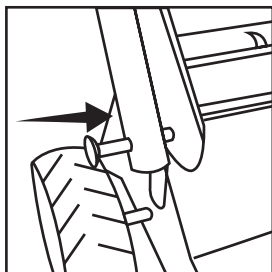

Рис. 1
1. Закрепите нижнюю рукоятку в корпусе с помощью болта, шайбы и барашковой гайки (Рис. 1, 2).